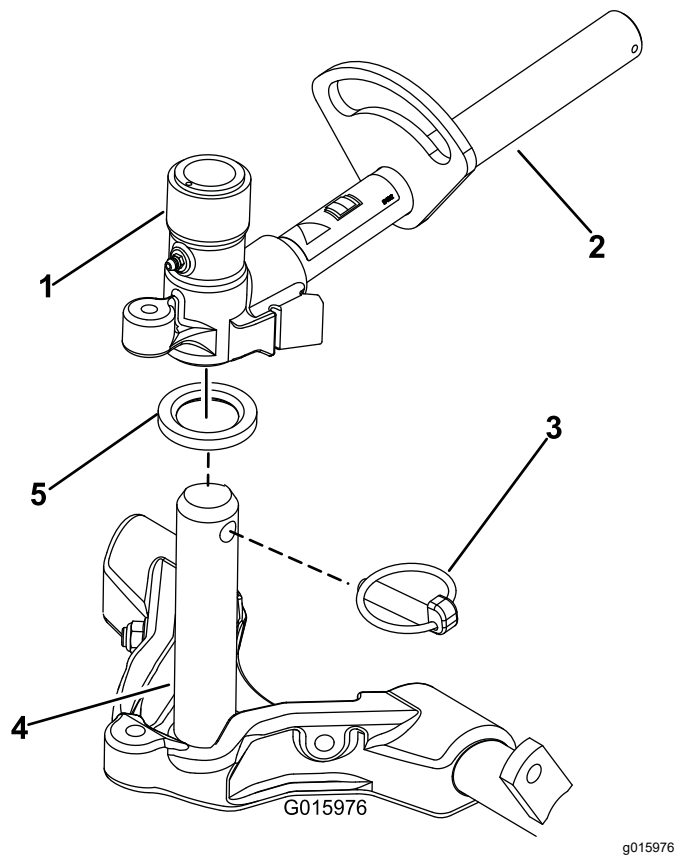

Figura 16
9. Rivestite l'albero del telaio portante di grasso pulito (Figura 16).
10. Per gli elementi di taglio anteriori, infilate un elemento di taglio sotto il braccio di sollevamento mentre inserite l'albero del telaio portante nella forcella di articolazione del braccio di sollevamento (Figura 16). Assicuratevi che la rondella di spinta sia in posizione corretta sull'albero del telaio portante.
11. Fissate l'albero del telaio portante alla forcella del braccio di sollevamento con l'acciarino (Figura 16).
- B. Inserite la forcella del braccio di sollevamento nell'albero del telaio portante (Figura 16).